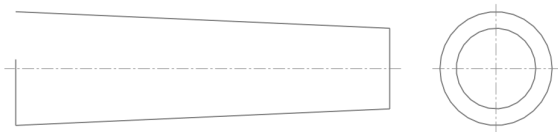

图 3-15 打开素材模型
(1) 单击常用工具栏中的【打开】按钮，打开一幅素材模型，如图 3-15 所示。